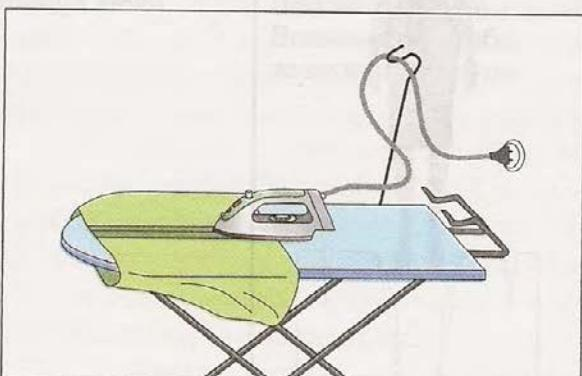

Рис. 60. Разутюживание боковых швов юбки
5. Разутюжить боковые швы (рис. 60).